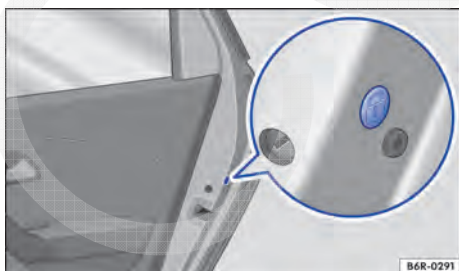

Fig. 186 Na parte dianteira da porta direita: travamento de emergência, coberto por uma vedação de borracha.
- Remover a vedação de borracha na lateral da porta. A vedação está identificada por um cadeado  → Fig. 186.